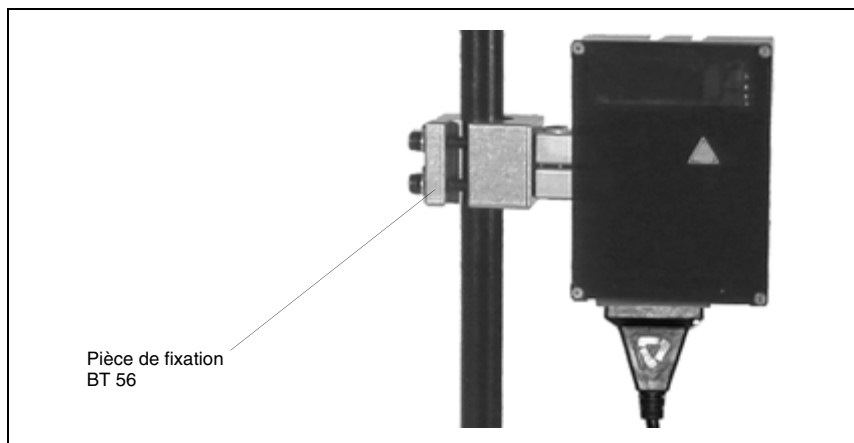

Figure 6.1 : Exemple de fixation BPS 37
- à l'aide des encoches en queue d'aronde en utilisant l'accessoire de montage approprié (voir figure 6.1)